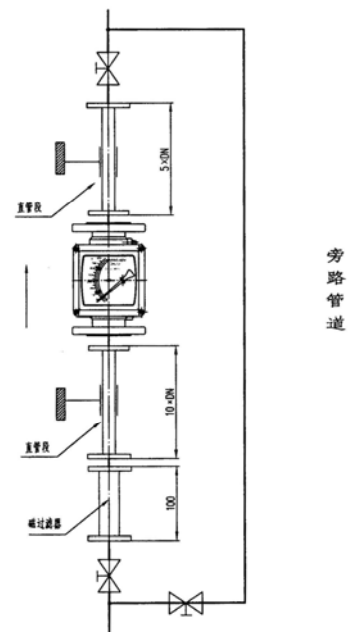

图 6 安装图
3. LZD 系列金属管浮子流量计必须与 LB906 齐纳安全栅配套使用构成本安防爆系统。系统接线如图 6。